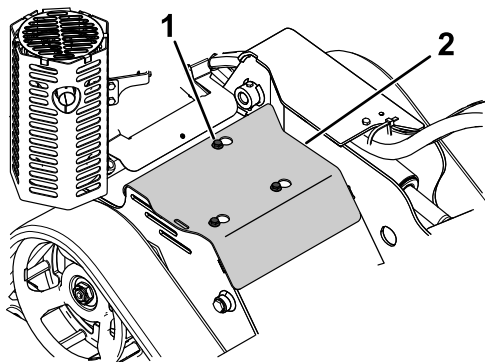

Figura 19
3. Desaperte os 3 parafusos que fixam a placa de cobertura à estrutura sequencialmente, até a cobertura ficar livre (Figura 19).
1. Parafuso (3)
5. Para instalar a placa de cobertura antes de utilizar a máquina, deslize a placa de cobertura para o lugar e aperte os 3 parafusos que desapertou anteriormente (Figura 19).